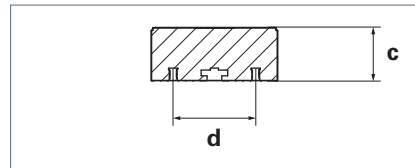
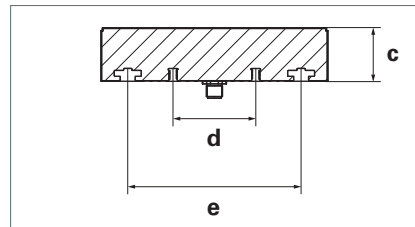

Fig. 2: Dimensions MSAL 24/48/72/96 S, section à travers le côté court du luminaire.
Fig. 3: Dimensions MSAL 90/180 S, section à travers le côté court du luminaire.
- ▶ Montez le luminaire à l'aide des écrous de glissement appropriés M5 sur la surface de montage. Pour les distances des rainures T sur le luminaire MSAL 90/180 S, voir Fig. 3.
- ▶ Montez le luminaire à l'aide des vis appropriées M6 sur la surface de montage. La distance entre les canaux de vissage sur luminaire est indiqué dans Fig. 2 et Fig. 3.